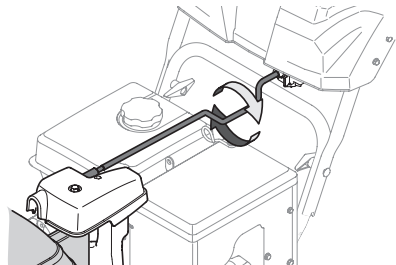

Figura 73
4. Tome la porción indentada de la varilla de control del canal y gire el conjunto del canal manualmente hacia la derecha o hacia la izquierda (Figura 73).